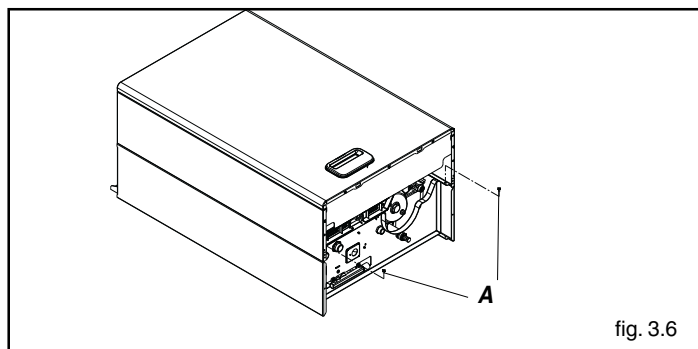

fig. 3.6
- løsn de to skruer (A) og fjern kabinettet (fig. 3.6)